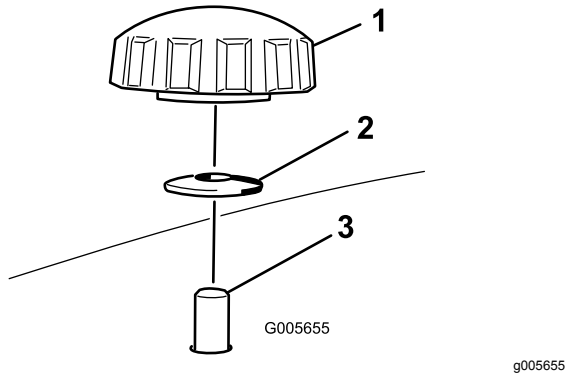
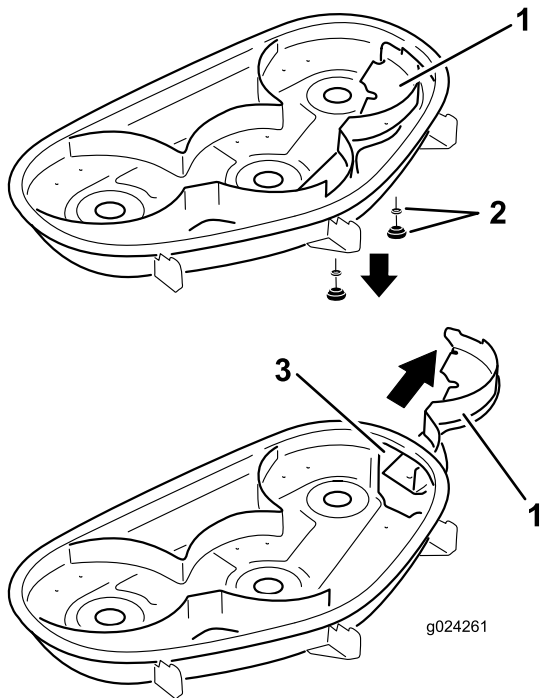

Figura 26
Figura 27
- Remova os 2 manípulos e as anilhas curvas que fixam o abafador direito ao cortador (Figura 26).
- Remova o abafador direito e baixe o defletor de relva para cima da abertura de descarga (Figura 26 e Figura 27).
5. Faça deslizar o abafador direito por debaixo da plataforma do cortador e fixe-o utilizando 2 manípulos e anilhas curvas (lado oval virado para o cortador) conforme indicado em Figura 26 e Figura 27.